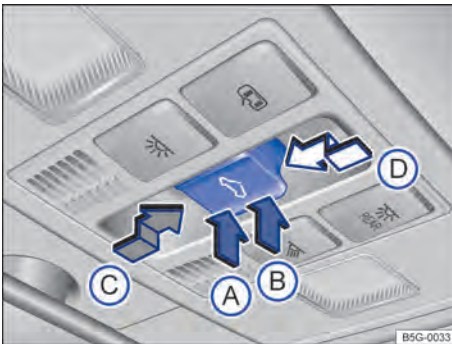

Fig. 39 No revestimento do teto: botão do vidro.
Função	Ação ⇒ Fig. 39
O botão  ⇒ Fig. 39 é de 2 níveis. No 1º nível o teto pode ser totalmente ou parcialmente levanta-do, aberto ou fechado.
- Em aproximadamente 5 segundos após o acionamento do limitador de força, pressionar o botão  ⇒ Fig. 39 até o 2º nível no sentido da seta  até que o teto de vidro feche completamente.